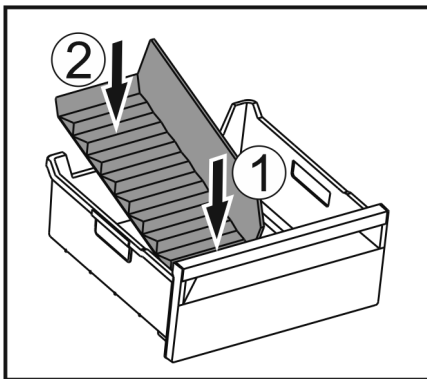

Fig. 154
- Sett inn den fremre delen av isrom-deleren. Fig. 154 (1)
- Senk den bakre delen av isrom-deleren til bunnen av skuffen. Fig. 154 (2)